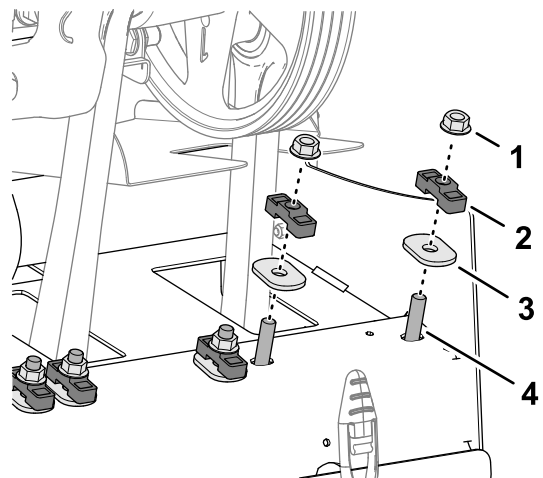

Bild 132
1. Entfernen Sie die beiden Sicherungsbundmutter, mit denen die Roto-Link-Dämpferwelle am hinteren Rahmen der Maschine befestigt ist (Bild 132).